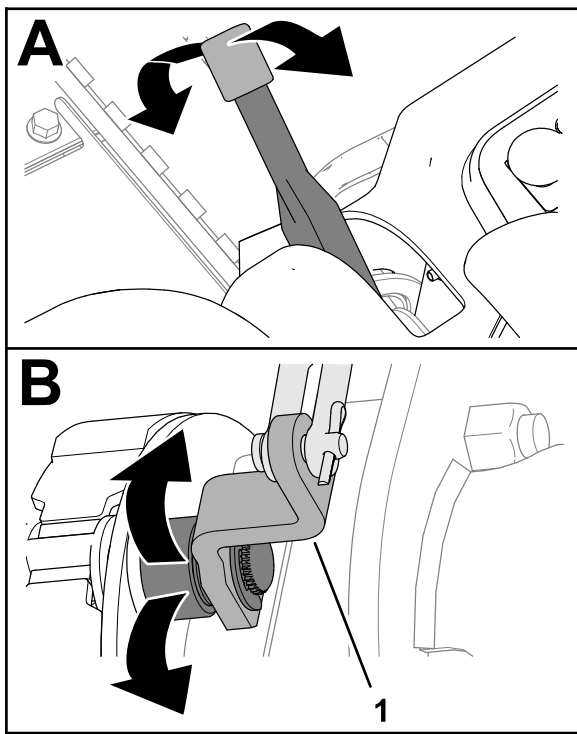

Figura 83
2. Spostate verso l'alto e verso il basso la leva del freno di stazionamento per verificare che la leva della camma del freno si muova liberamente (Figura 83).